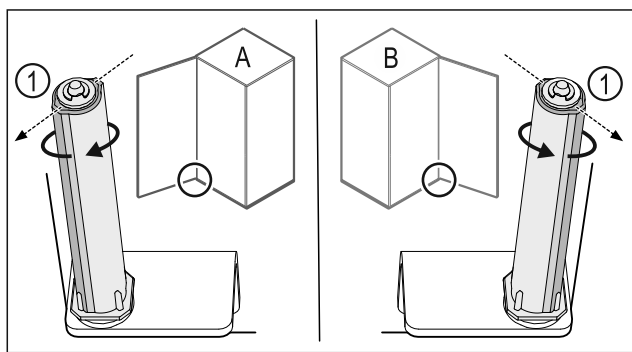

Fig. 45 Battuta a sinistra (A) / battuta a destra (B)
- Ruotare il sistema di chiusura contro la resistenza fino a quando la sporgenza del sistema di chiusura Fig. 45 (1) non è rivolta verso l'esterno.